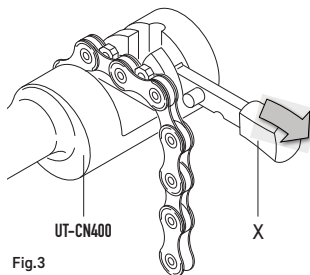

Fig.3
- Preparate l'utensile **UT-CN400**, posizionando la linguetta in modalità di apertura (**X - Fig. 3**).
- Inserite la maglia da aprire nell'utensile **UT-CN400** (**Fig. 3**) avendo cura di terminare con una maglia interna;